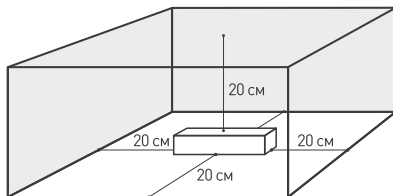

Рис. 1.
- 4.3. Для естественной вентиляции обеспечьте свободное пространство вокруг источника питания не менее 20 см, как изображено на рис. 1. Если обеспечить свободное пространство невозможно — используйте принудительную вентиляцию. В случае установки в ограниченном пространстве (например, лайтбокс или профиль) предусмотрите обеспечение требуемого температурного режима источника питания. Не допускайте чтобы блок питания работал с температурой корпуса, равной  $t_c$ , т. к. это снижает гарантийный срок в 2 раза.